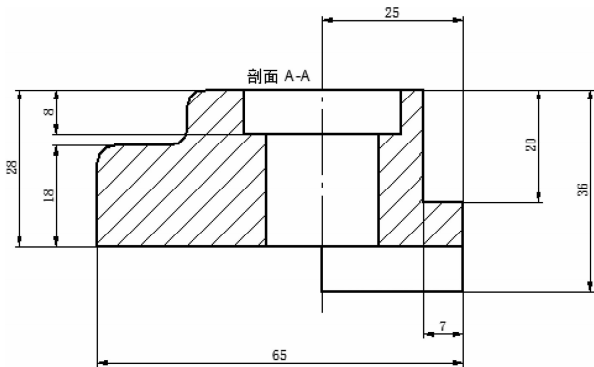

图 9-186 主视图简单尺寸标注完成
- (2) 主视图中简单尺寸标注完成后如图 9-186 所示。